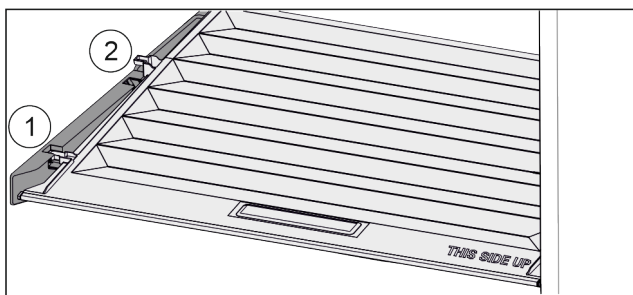

Fig. 96
- ▶ Vytáhněte víko dopředu až k otvoru v přídržných dílech Fig. 96 (1).
- ▶ Vzadu zespuďte nadzvedněte a vyjměte směrem nahoru Fig. 96 (2).